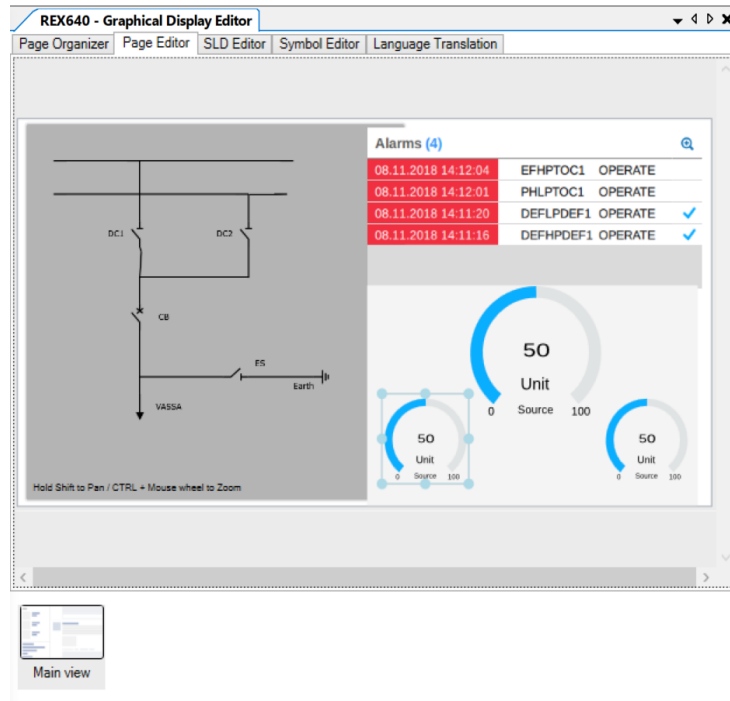

Imagen 153_Configuración de medidores para el display.
- 3.16 Ahora bien, del lado izquierdo seleccionaremos uno de los medidores como se muestra en la **Imagen 153** (Tendremos que ver su configuración en la ventana de "Object Properties")